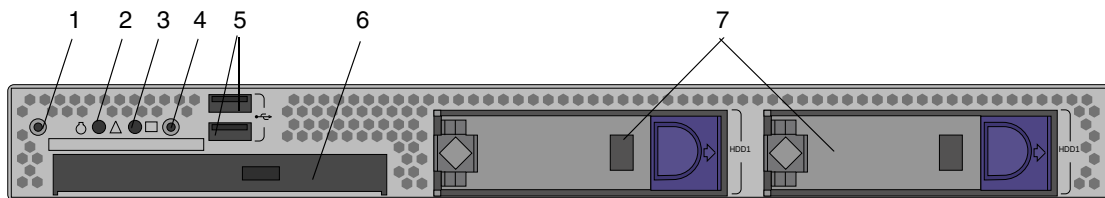

FIGURE 1-1 Panneau avant
La FIGURE 1-1 illustre le panneau avant du serveur Sun Fire X2100.
2. **Appuyez sur l’interrupteur situé sur le panneau avant et relâchez-le** (voir la FIGURE 1-1).
La diode s’allume lorsque le serveur lance la procédure de démarrage interne (FIGURE 1-1).